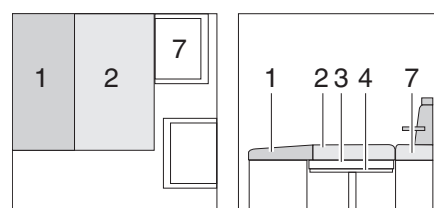

Bild 64 Nach dem Umbau (Notbett)
- Das Sitzpolster (Bild 64,2) zwischen das Rückenpolster (Bild 64,1) und den Fahrersitz (Bild 64,7) legen.